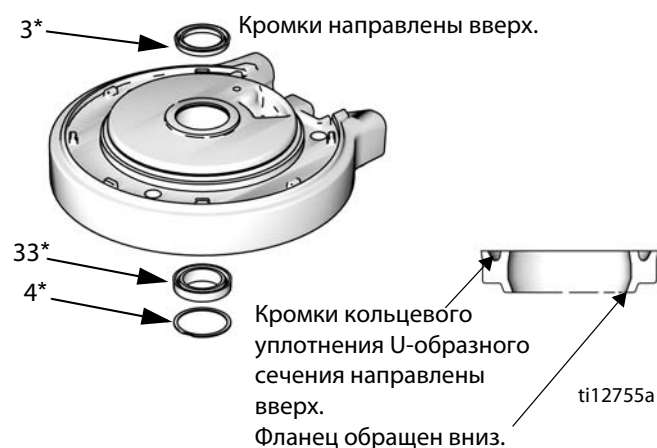

Рис. 7. Установка кольцевого уплотнения U-образного сечения пневматического двигателя
1. Нанесите смазку на уплотнительное кольцо (9*) и установите его на верхнюю крышку (13).
2. **Только для модели 24G787:** установите верхний амортизатор (29) на верхнюю крышку (13).
3. Нанесите смазку на внутреннюю поверхность цилиндра (11). Опустите цилиндр (11) на верхнюю крышку (13).
4. Нанесите смазку на уплотнительное кольцо (8*) и установите его на поршень (5).
5. Вставьте узел поршня (5) в цилиндр (11). Убедитесь в том, что уплотнительное кольцо (9*) осталось на месте.
6. См. Рис. 7. Нанесите смазку на новое кольцевое уплотнение U-образного сечения и установите его фланцем (33*) к нижней части подшипника в нижней крышке (1). Кромки кольцевого уплотнения U-образного сечения должны быть обращены вверх, а фланец — вниз. Нанесите смазку на новое кольцевое уплотнение U-образного сечения (3*) и установите его на верхнюю часть подшипника. Кромки должны быть направлены вверх. Установите стопорное кольцо (4*).
- ① Усилие затяжки зависит от размера двигателя. Модель 24G785: 15–18 Н·м (11–13 футофунтов). Модели 24G786, 24G787, 24R015, 24R491: 34–40 Н·м (25–30 футофунтов).
- ② Нанести консистентную смазку на основе бентонитовой глины класса NLGI 1.
- ③ Кромки кольцевого уплотнения U-образного сечения направлены вверх. Фланец (только для нижнего уплотнения) обращен вниз. См. раздел РИС. 7 на стр. 12.
- ④ Затянуть с моментом 11–12 Н·м (95–105 дюймофунтов).
- ⑤ Нанести подходящую санитарно-техническую смазку.
- ⑥ Нанести трубный герметик (модели 24R015, 24R491 и 24W754) или смазку (модели 24G785, 24G786 и 24G787).
- ⑦ Затянуть с моментом 41–47 Н·м (30–35 футофунтов).
- ⑧ Нажать, чтобы защелкнуть.